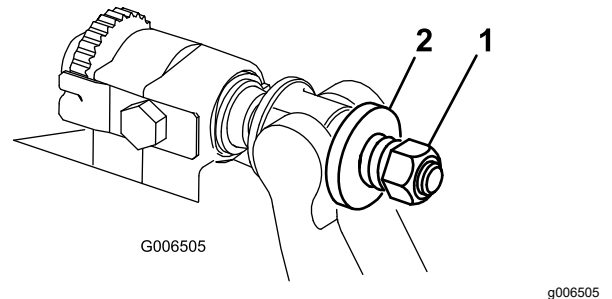

图 38
6. 旋紧弹簧加压螺母直到弹簧完全压紧然后往回松开 1/2 圈 图 38。